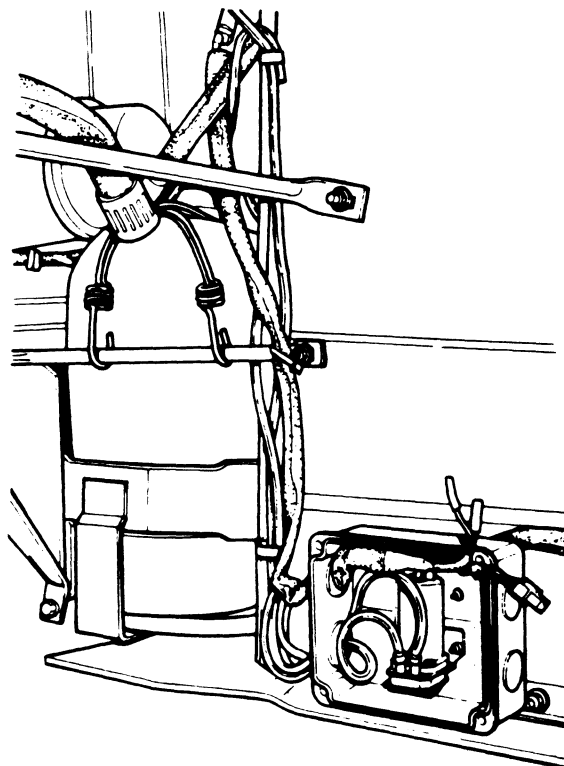

Fig. 8
- Trek de twee elektrische aansluitingen en de twee waterslangen los: de pomp kan nu uitgenomen worden door de twee boutjes aan weerszijden van de pomp los te draaien (zie Fig. 8).